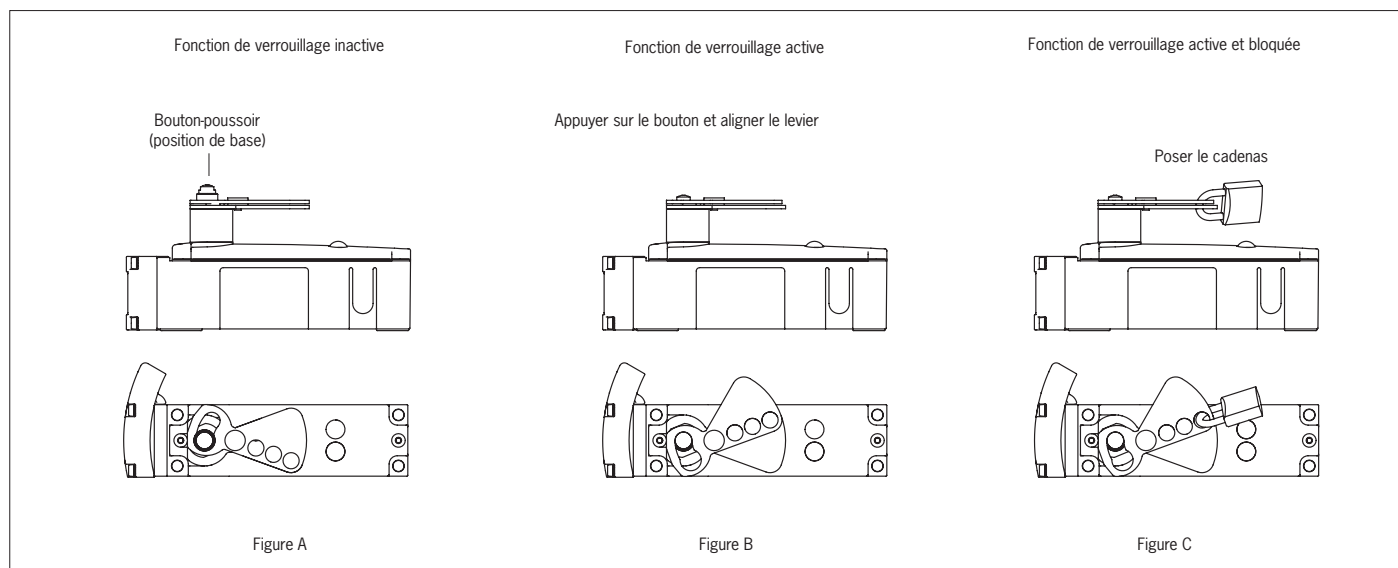

Figure 6 : Utilisation du dispositif de consignation
2. Appuyer sur le bouton, mettre le dispositif de consignation en position consignée (Figure 6, A et B), puis le verrouiller avec un cadenas (Figure 6, C)
3. Ramener le dispositif de consignation dans sa position de repos (Figure 6, A)